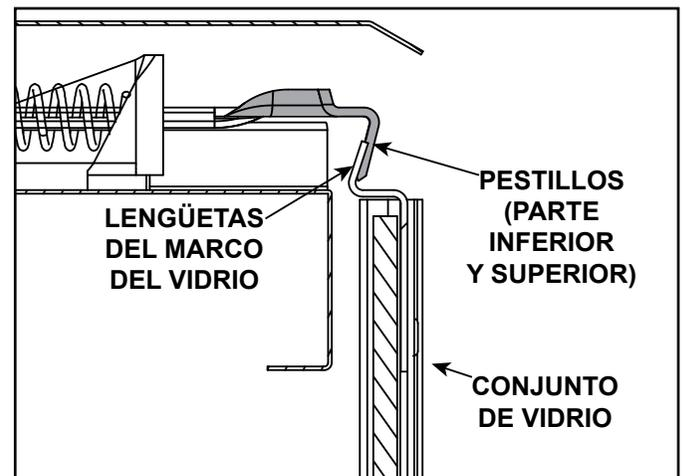

Figura 11.29 Conjunto de vidrio fijo
- Retire los cuatro pestillos del conjunto de vidrio de las lengüetas del marco del vidrio. Retire el conjunto de vidrio del aparato. Consulte la Figura 11.29.